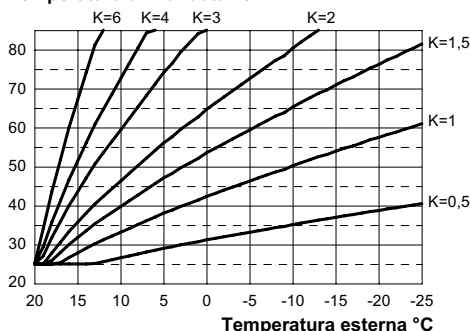

Figura 5.44
Se alla caldaia **È COLLEGATO** il comando remoto (opzionale) riferirsi alla Figura 5.44. In questo caso il settaggio del coefficiente K deve essere fatto da remoto.
Quando si installa la sonda esterna bisogna impostare questo parametro in base al rendimento dell'impianto di riscaldamento per ottimizzare la temperatura di mandata (Figura 5.44).
Es. Per avere una temperatura di mandata all'impianto di riscaldamento di 60°C con una esterna di -5°C si deve settare un K di 1,5 (linea tratteggiata in Figura 5.44).
- Utilizzando i tasti 12 o 13 è possibile modificare il valore del parametro 15 da un minimo di **01** ad un massimo di **60** in base alla curva scelta del coefficiente K in Figura 5.44 (il valore letto sul display corrisponde a valori decimali di co-